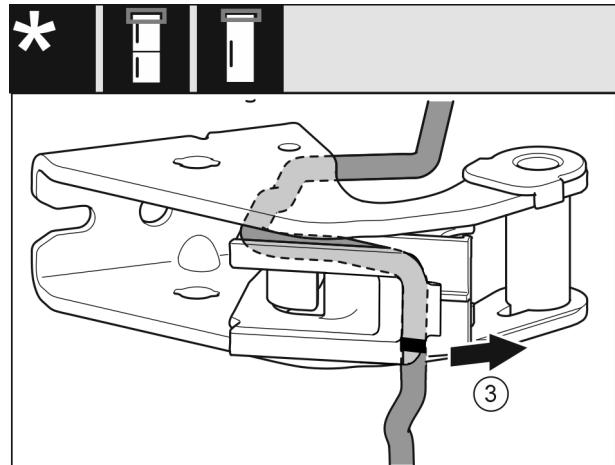

Fig. 27
- Kabel skupaj z držalom kabla odstranite z ležajnega podstavka. Fig. 27 (3)